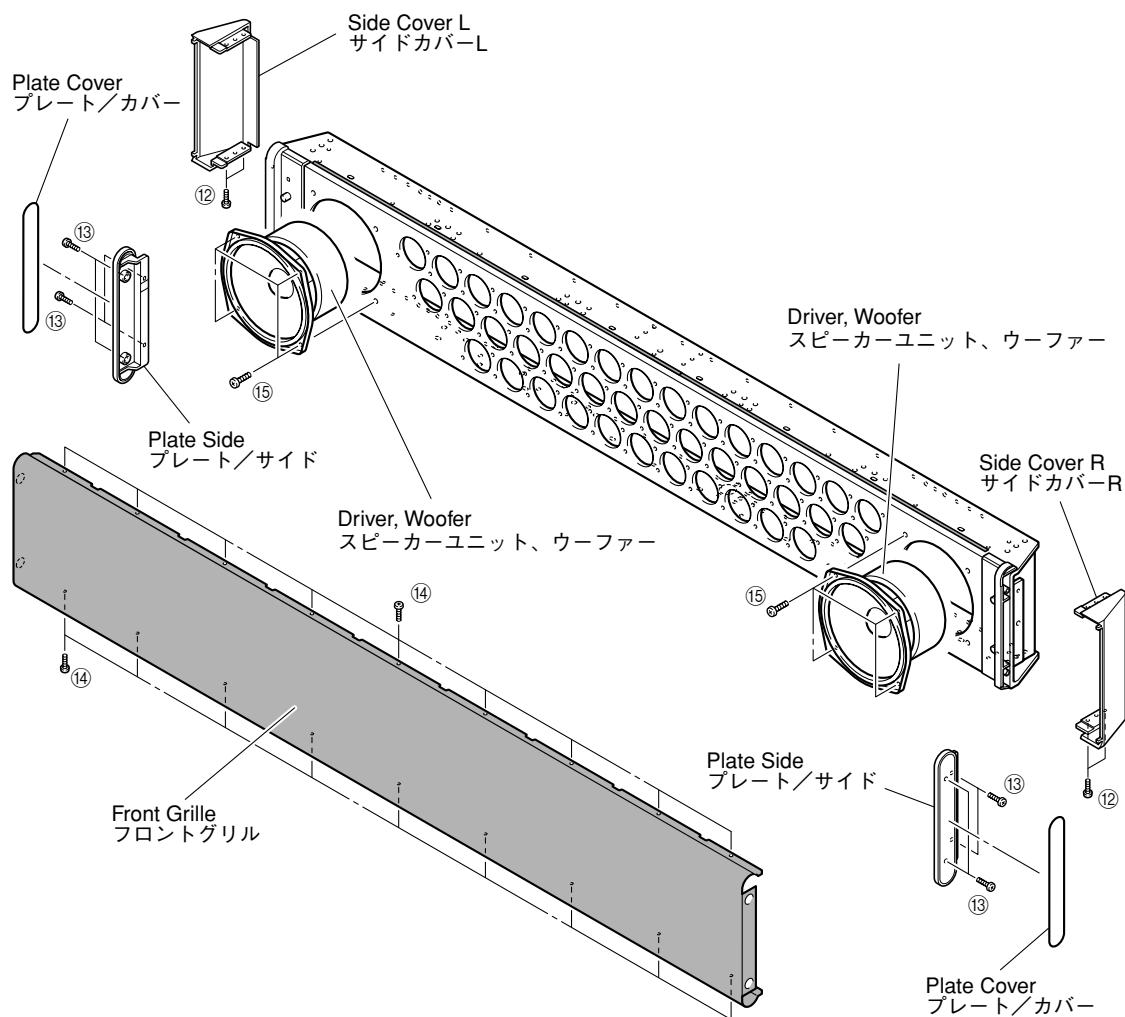

Fig. 12
- Remove 4 screws (12). (Fig. 12)
- Remove 4 screws (13). (Fig. 12)
- Remove 18 screws (14). (Fig. 12)
- Remove 8 screws (15). (Fig. 12)
- ⑫のネジ 4本を外します。(Fig. 12)
- ⑬のネジ 4本を外します。(Fig. 12)
- ⑭のネジ 18本を外します。(Fig. 12)
- ⑮のネジ 8本を外します。(Fig. 12)